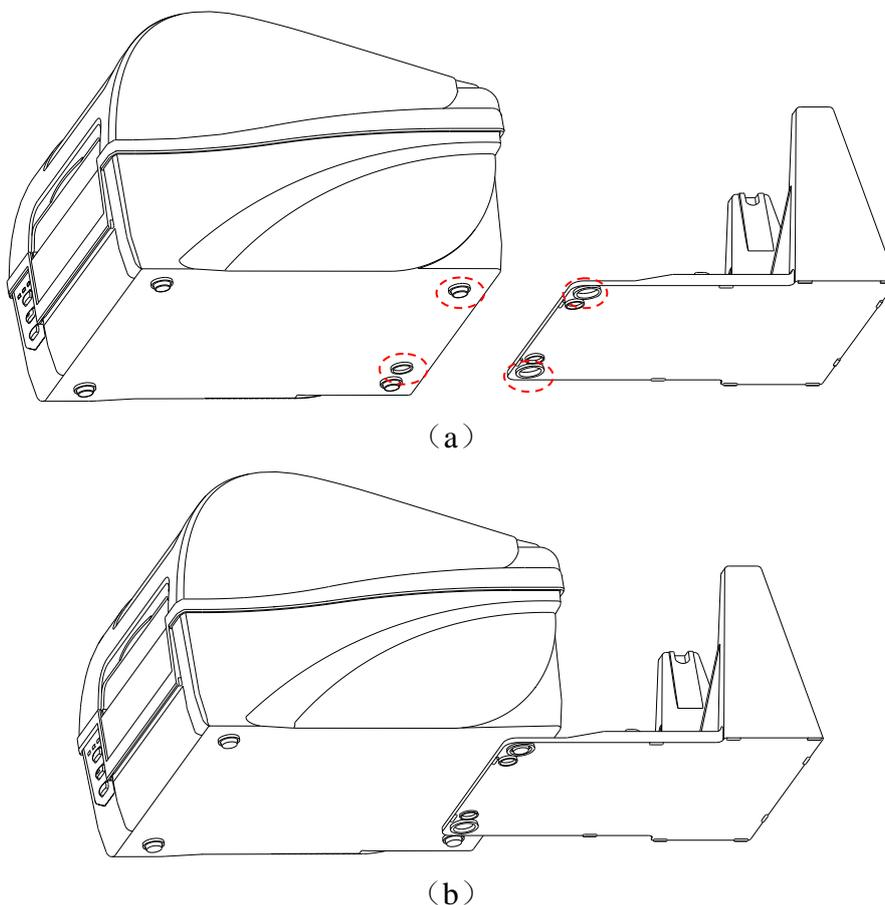

图 2-19 安装外置纸架
1. 将打印机底部的定位圈和脚垫分别套入外置纸架的两个定位孔中。如图 2-19 (a) (b) 所示。